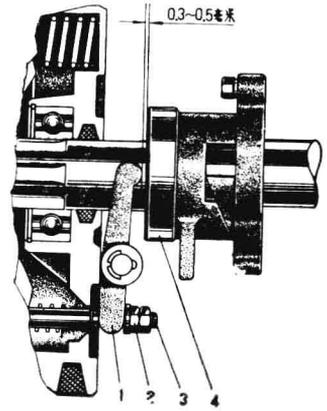

图 7 分离杠杆的调整
2. 离合器分离杠杆的调整：（见图7）
- (1) 将离合、制动手柄(6)放在“合”的位置, 调整分离杠杆与分离轴承的间隙为0.3~0.5毫米(见图7); 然后调整离合器拉杆(5)的长短, 使离合制动手柄(6)在“合”的位置, 其自由行程为25~30毫米, 这样, 当离合、制动手柄处于“离”的位置时, 就能可靠分离;
- (2) 将离合、制动手柄放在“离”的位置, 调整制动拉杆(7)的长短及调整螺母(2)的位置, 使弹簧(3)与拉耳(4)开始相顶, 并使弹簧压缩3~5毫米, 然后拼紧螺母(1), 这